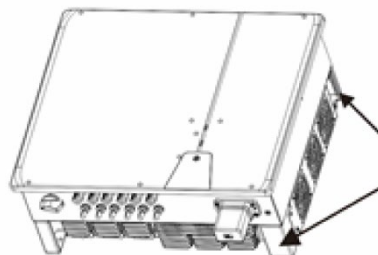

Abb. 3.2: Anhebeposition (rechte Seite)
- 1 Gerät an den Griffmulden anheben (siehe Abb. 3.2). Geräteschwerpunkt beachten!